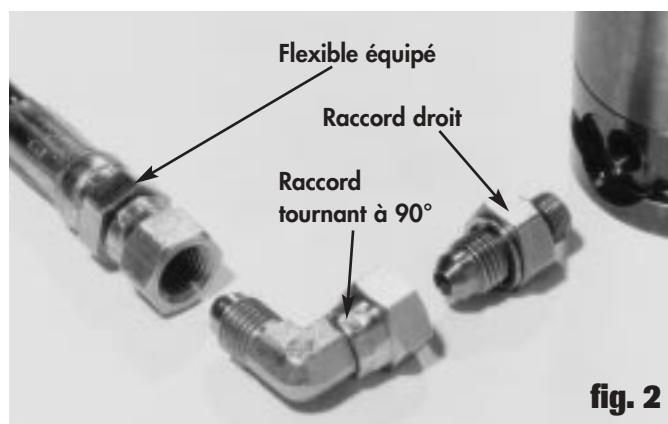

fig. 2
3. Monter le raccord droit choisi (joint torique ou JIC 37°) en veillant à son couple de serrage (voir tableau ci-dessus), avec une clé plate de 14 mm. (Fig. 2)
4. Connecter, sans serrer, le ou les raccord(s) tournant(s) sélectionné(s), puis les flexibles équipés entre eux, puis à la console de contrôle. Une fois les raccords et flexibles en position, serrer l'ensemble aux couples prescrits. (Fig. 2)